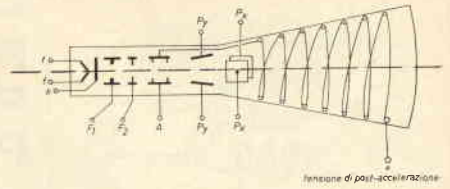
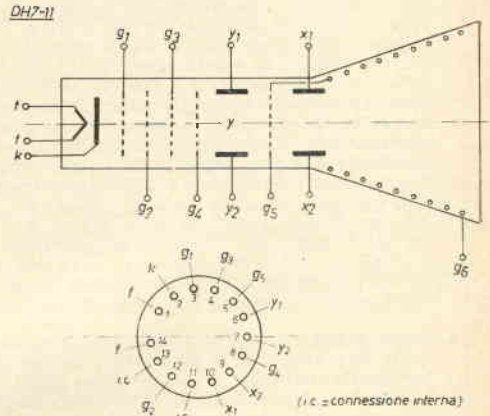

figura 3
figura 4
Più precisamente si migliora la simmetria del sistema, così da non avere astigmatismi; poi si migliora il cannone elettronico, cioè l'elettrodo focalizzatore si complica, diventa molto più raffinato di quello descritto. Gli elettroni vengono accelerati pochissimo da un potenziale anodico molto basso, e focalizzati dall'elettrodo focalizzatore; ora, data la bassa velocità di cui sono dotati, rimangono a lungo nel campo delle placchette di deflessione, venendo così fortemente deflessi. A questo punto però li si deve accelerare molto, dotandoli di elevata energia, così da avere una traccia luminosa sullo schermo; questa post-accelerazione (si chiama così) non può essere fatta da un elettrodo semplice di forma sostanzialmente anulare come i precedenti. Si usa allora una elica, di materiale conduttore, depositata all'interno della parte conica del tubo, connessa da un lato all'anodo, e all'altro a un potenziale di qualche migliaio di volt: si ha così un campo tale da accelerare uniformemente il fascetto di elettroni, in qualunque posizione questo sia portato dalla deflessione subita dalle placchette (vedi figura 3).
Lo schermo ha un diametro di sette centimetri, ed è piano. Il tubo ha una post-accelerazione con elettrodo elicoidale ed è stato studiato per oscilloscopi transistorizzati. Lo schema è a figura 4.
- 5) Come già fatto notare, nello schema di pagina 736 (figura 3) la  $R_4$  è collegata al positivo della batteria come del resto si può vedere nella figura 4 della stessa pagina.